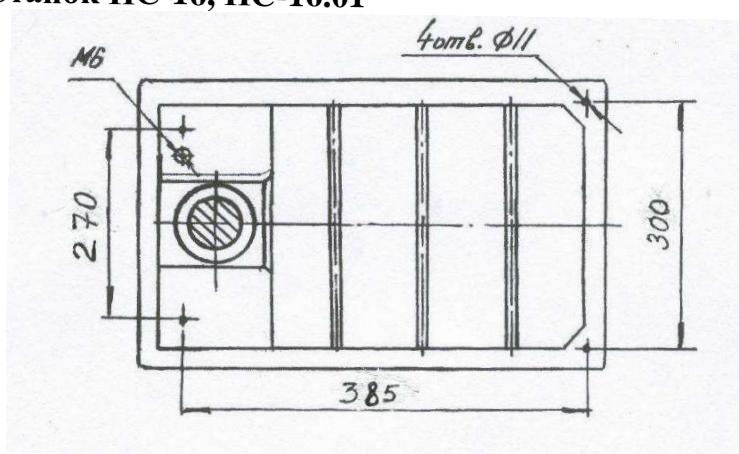

Рис.3
2.2.3. Станок монтируется на верстак или подставку на 4 отв. Ø11, подключается к электросети, заземляющему контуру. Заземляющий узел устанавливается на плите с резьбою М6 (см. рис.3).